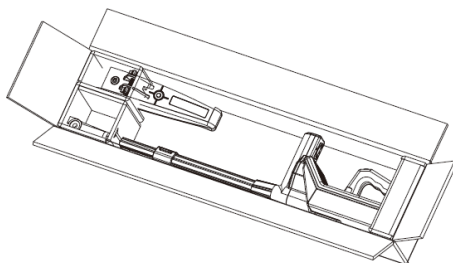

Figure 10
1) La boîte ouverte box (voir Figure 10).